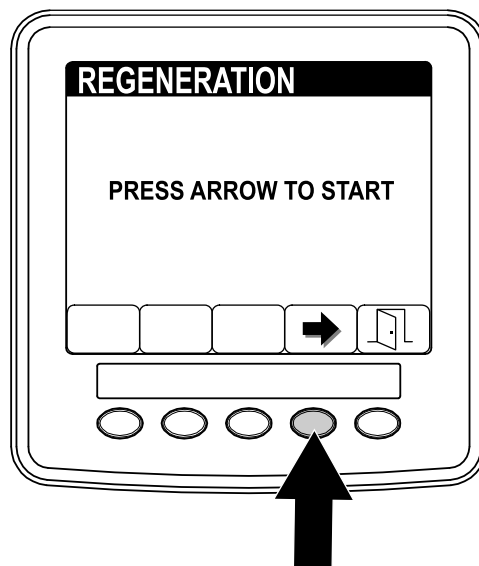

Bild 51
3. Drücken Sie auf dem Bildschirm „Regeneration“ die Taste 4, um die Regenerierung zu starten (Bild 51).